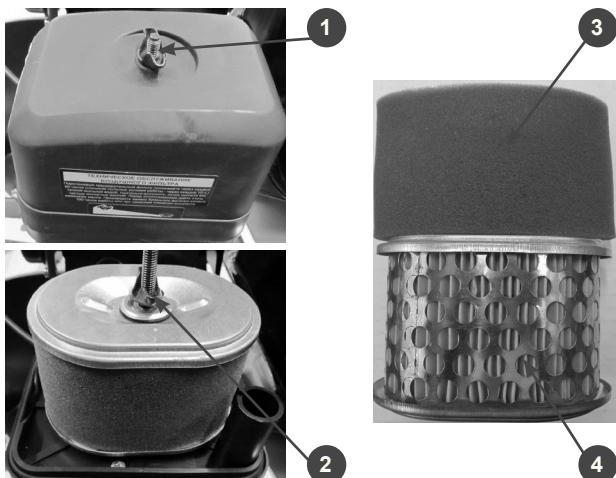

Рис.12
- Открутите гайку (1) и снимите крышку воздушного фильтра (Рис.12).
- Открутите гайку (2) и снимите воздушный фильтр (Рис.12).
- Грязный поролоновый фильтр(3) промойте теплым мыльным раствором или раствором негорючей жидкости, тщательно отожмите и просушите. Смочите фильтр небольшим количеством специального масла для фильтров, либо чистым моторным маслом и тщательно отожмите.
- Грязный бумажный фильтр (4) подлежит только замене.